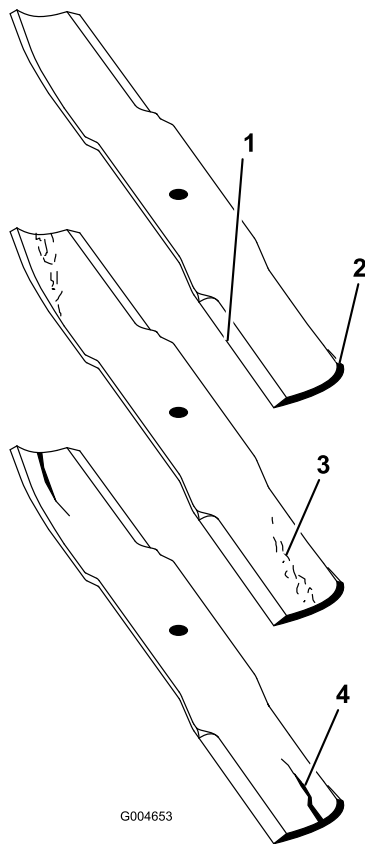

Figura 71
1. Inspeccione los filos de corte (Figura 71). Si los bordes no están afilados o tienen muescas, retire las cuchillas y afilelas. Consulte Afilado de las cuchillas.
2. Inspeccione las cuchillas, especialmente la parte curva (Figura 71). Si observa daños, desgaste o la
formación de una ranura en esta zona (Figura 71), instale inmediatamente una cuchilla nueva.